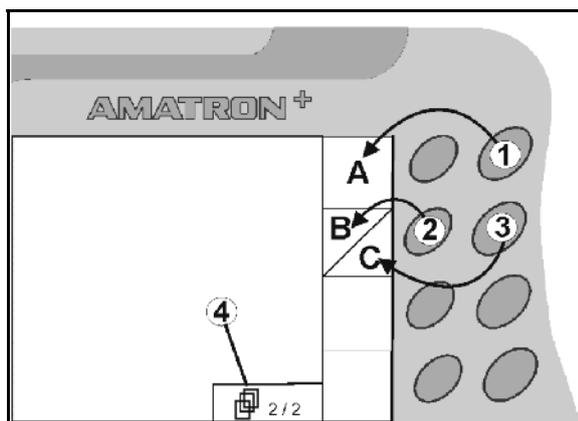

Fig. 10
- Lorsque le champ n'est pas barré, seule la touche droite (Fig. 101) est affectée à celui-ci (Fig. 10/A).
- la touche de gauche (Fig. 10/2) est affectée à la partie du champ située en haut à gauche (Fig. 10/B).
- la touche de droite (Fig. 103) est affectée à la partie du champ située en bas à droite (Fig. 10/C).
<ul style="list-style-type: none"> • passage aux pages de menu suivantes (possible uniquement lorsque le symbole (Fig. 10/4) s'affiche à l'écran)